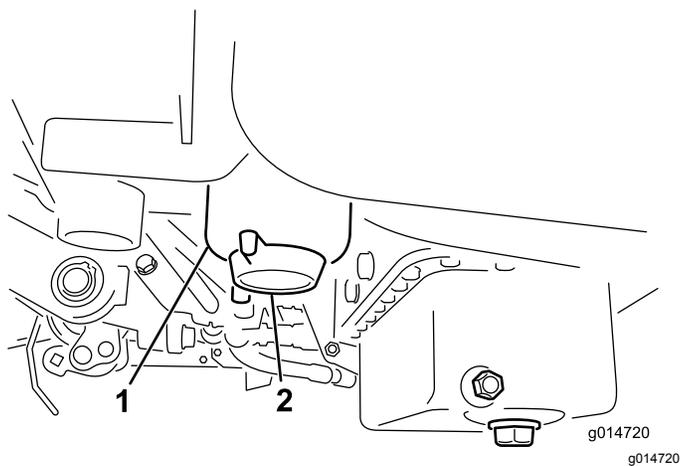

图36
2. 清洁滤清器过滤筒的安装区域图36。
4. 打开滤清器排油塞图36。